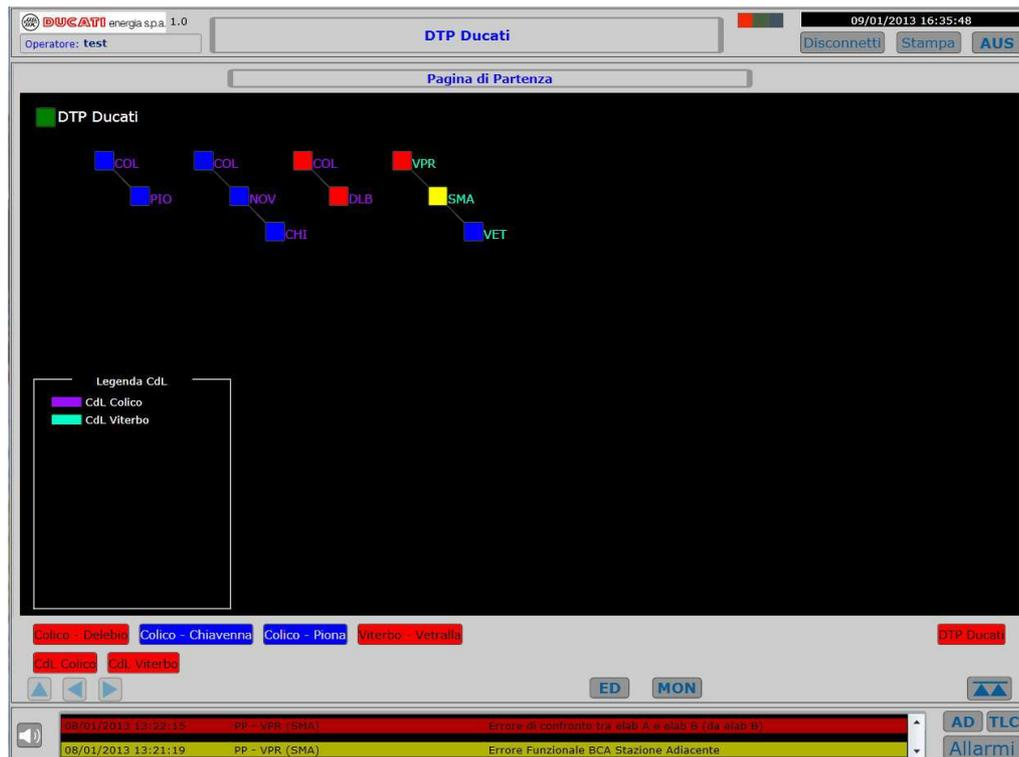

Figura 61 – Pagina di partenza di DTP
La pagina in Figura 61 è accessibile dalla Pagina di Login attraverso l'inserimento di user e password validi. Nel caso del server di DTP saranno visualizzati tutti i PP dei CdL di competenza.
- dalla Pagina di Partenza (Figura 61) attraverso la selezione del simbolo rappresentante lo stato riassuntivo del PC DTP.